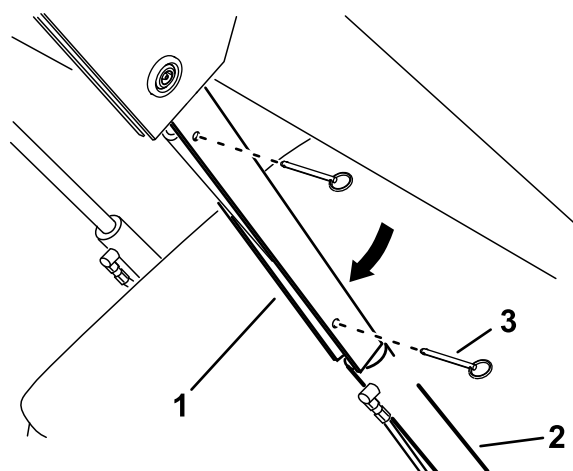

Рисунок 36
- Поместите замок на шток гидроцилиндра подъема (Рисунок 36).